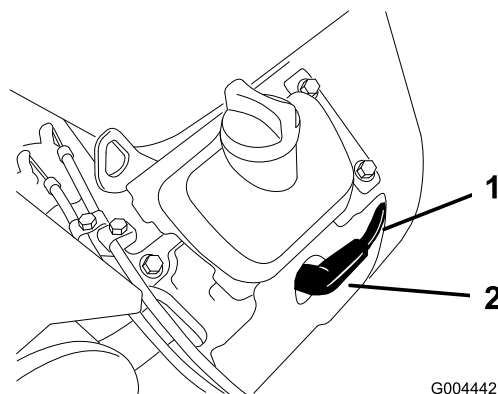

Figure 38
3. Débranchez les bougies (Figure 38). Nettoyez la surface autour des bougies pour éviter que des impuretés n'endommagent le moteur en tombant à l'intérieur.
3. Connectez les bougies (Figure 38).